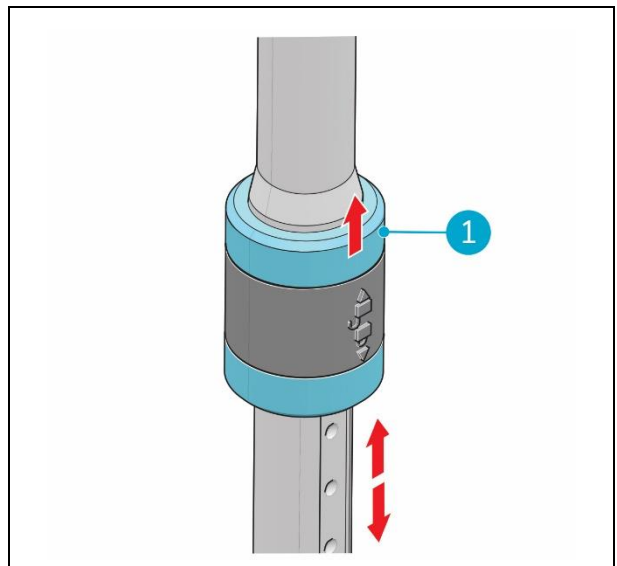

Figure 20
Tirez le bouton (fig. 20, pos. 1) du manche vers le haut pour le déverrouiller, réglez la longueur du manche, puis relâchez le bouton pour verrouiller.